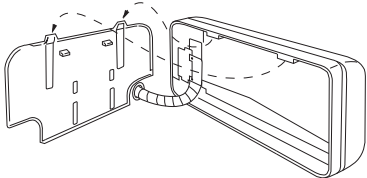

Abb. 3-48
- (2) Zum Befestigen der Inneneinheit an der Rückwand: Die Einheit an den zwei Schlitz in die oberen Ansätze der Rückwand einhängen. (Abb. 3-48)